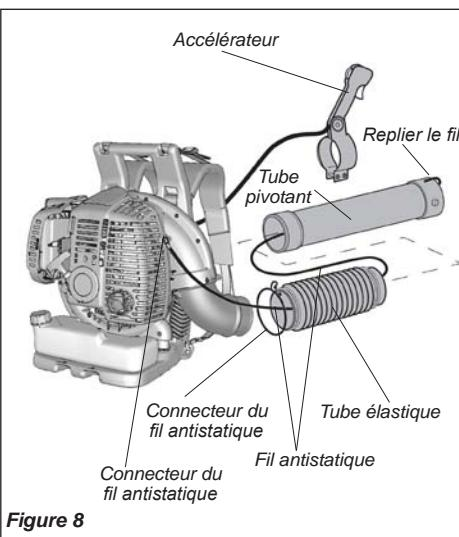

Figure 8
- Retirer le fil antistatique de l'emballage et fixer le passe-câble sur la vis du couvercle de moteur droit. Voir Figure 8.
- Replier l'extrémité du fil antistatique sur le raccord du tube pivotant. Voir Figure 8.